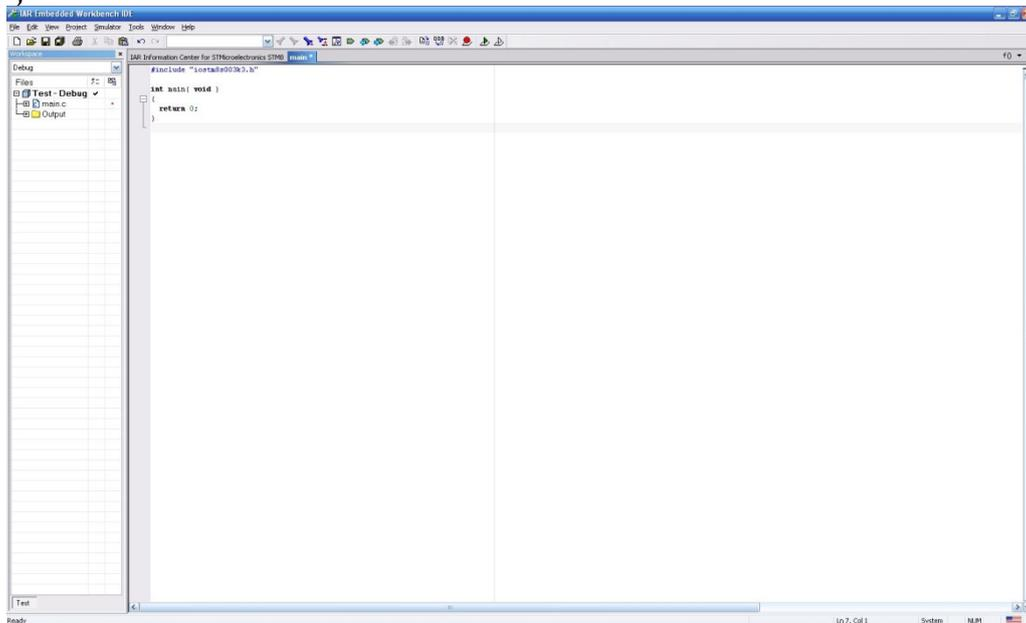

Рис. 2.6. Рабочее окно проекта
6. Для примера работы программы записываем следующий код и сохраняем проект (рис. 2.6):